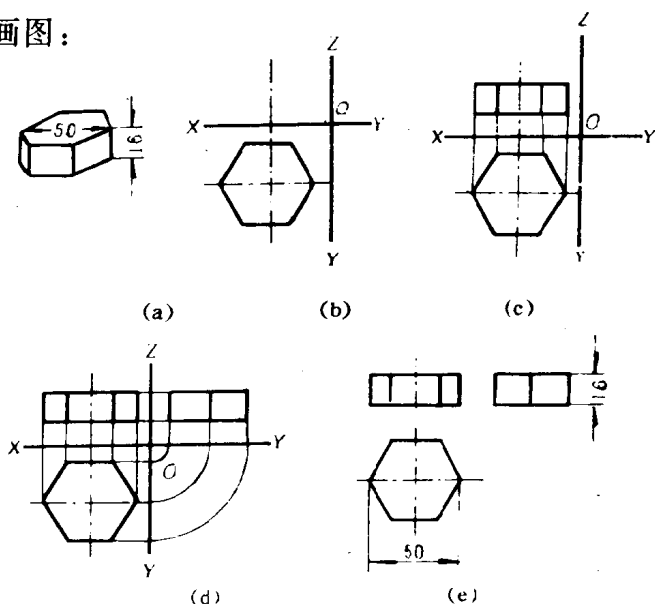

图 1-8
例 3 六角螺母的毛坯[图 1-8(a)]是正六棱柱，画出此六棱柱的三视图。
2. 定出中心线，画出俯视图，如图 1-8(b)。
3. 根据“长对正”向上画四条平行线,然后根据六角螺母的高画出主视图,如图 1-8(c)。
4. 画出左视图的中心线,根据“高平齐”画出上、下两条平行线,再根据“宽相等”画出左视图(宽度可通过以点 O 为中心的旋转画出,如图 1-8(d)。
5. 用轮廓线成型,标好尺寸,如图 1-8(e)。